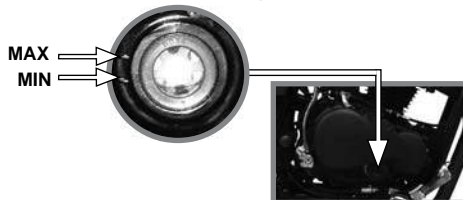

Imagen 2. Mirilla del aceite.
3. Verificar que el nivel de aceite se encuentre en la marca de máximo. Ver imagen 2.